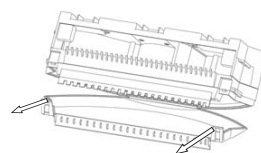

Abb. 1
A. Drücken Sie den Knopf auf der Abdeckung der Filterbox wie dargestellt in **[Abb. 1]**. Reinigen Sie danach die Filterbox und das Tuch.